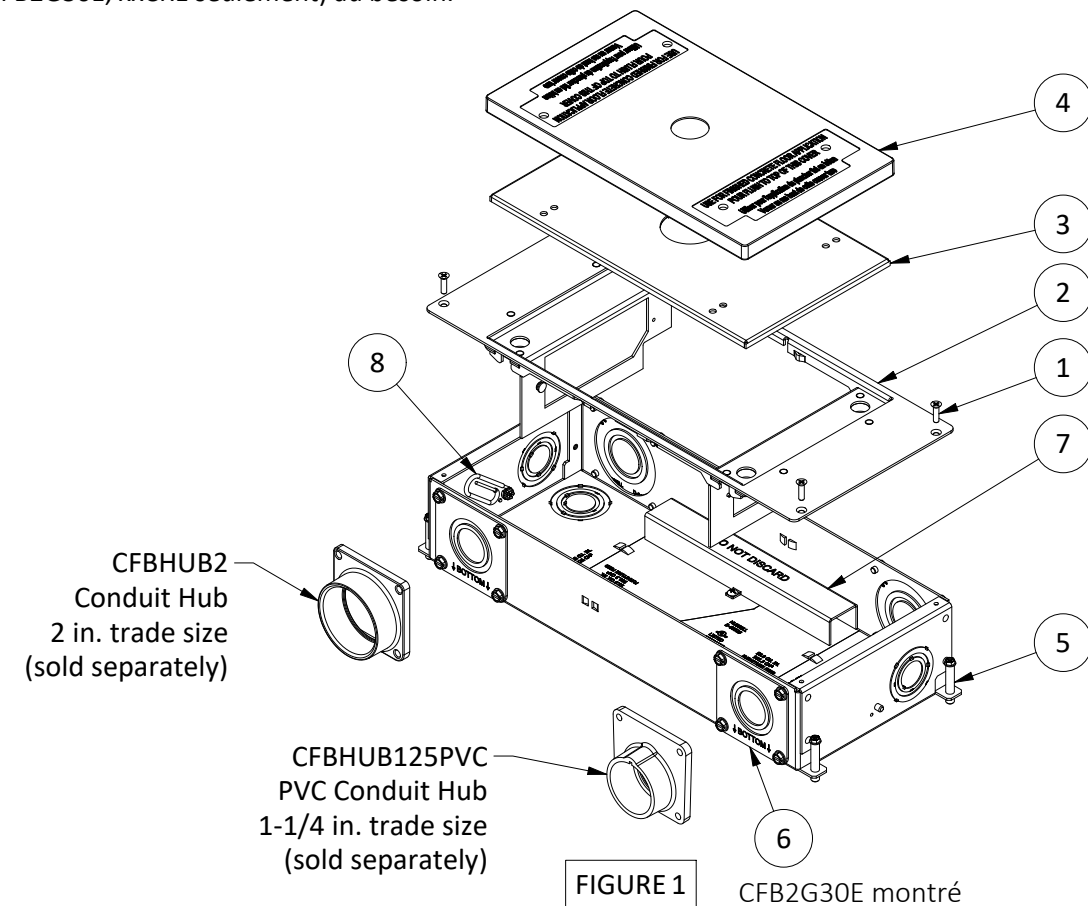

FIGURE 1
AVANT LA COULÉE DU BÉTON, CONSULTER LES FIGURES 1, 2 ET 3
4. Monter les vis de nivellement [5] selon la FIGURE 1.